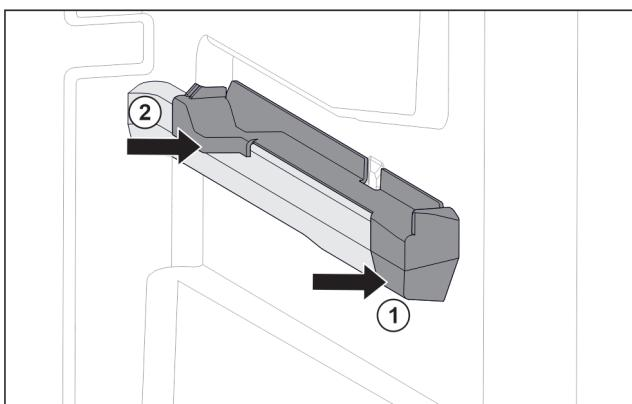

Fig. 125 Вставная часть на правом контейнерном ребре
- Наденьте вставную часть спереди на контейнерное ребро. Fig. 125 (1)
- Нажмите на вставную часть сзади. Fig. 125 (2)